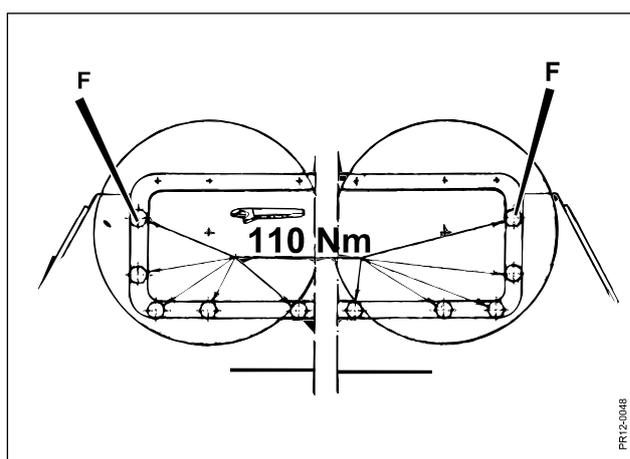

Fig. 5-5
**Fig. 5-5** Um schädliche Vibrationen in der Schneideinheit zu vermeiden soll der Mähbalken korrekt befestigt sein. Die 4 Bolzen **F** an jeder Seite mit dem Anziehdrehmoment 110 Nm (11 Kpm) anziehen.